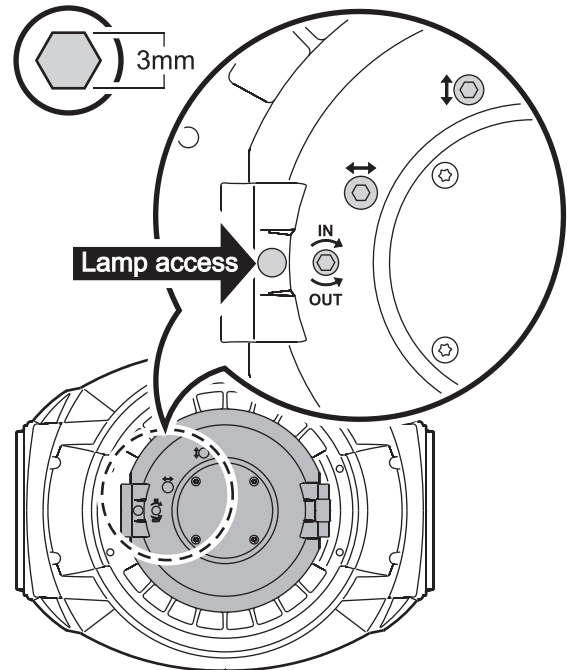

Figure 3: Vis de réglage de la lampe
4. Voir Figure 3. Vissez ou dévissez les 3 vis Alen pour obtenir un faisceau uniforme.